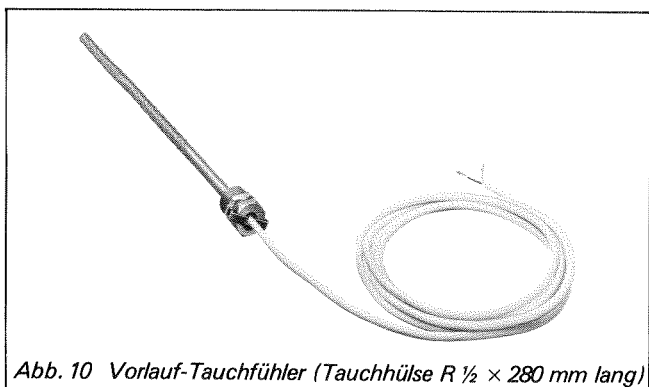

Abb. 10 Vorlauf-Tauchfühler (Tauchhülse R 1/2 x 280 mm lang)
2. Zugentlastungsklammer von der Tauchhülse lösen und Fühler aus der Tauchhülse ziehen (Abb. 10).
Vorlauf-Tauchfühler (Abb. 10) mit Tauchhülse R 1/2 x 280 mm lang in den Heizwasser-Pufferspeicher einbauen.